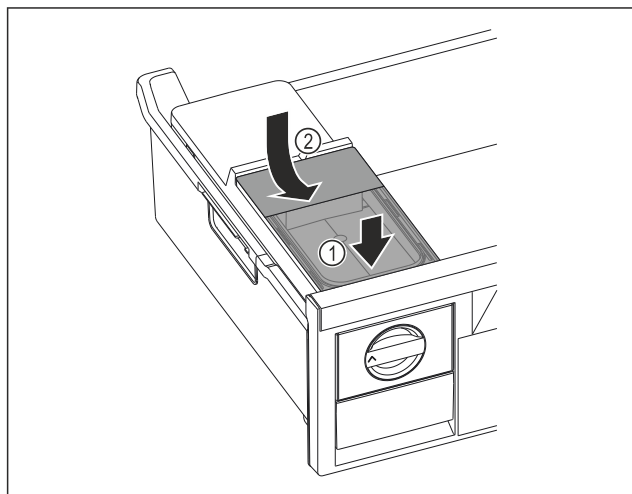

Fig. 86
- Nádržku na vodu nasadíte vpredu. Fig. 86 (1)
- Nádržku na vodu spustíte vzadu. Fig. 86 (2)